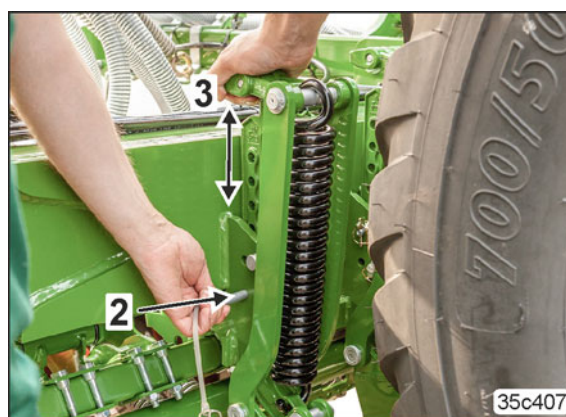

Bild 197
3. Lossa bultarna (Bild 197/2), håll spårluckraren vid handtaget (Bild 197/3) ta bort bultar och sätt arbetsdjupet i önskad position.
4. Sätt i bulten (Bild 197/2) och säkra med låssprinten.